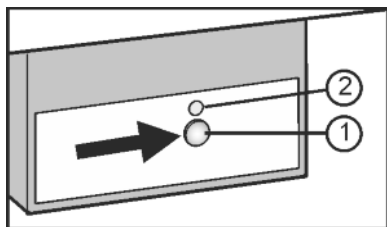

Fig. 9
- ▶ Nacisnąć przycisk On/Off Fig. 9 (1), aż zaświeci LED Fig. 9 (2).